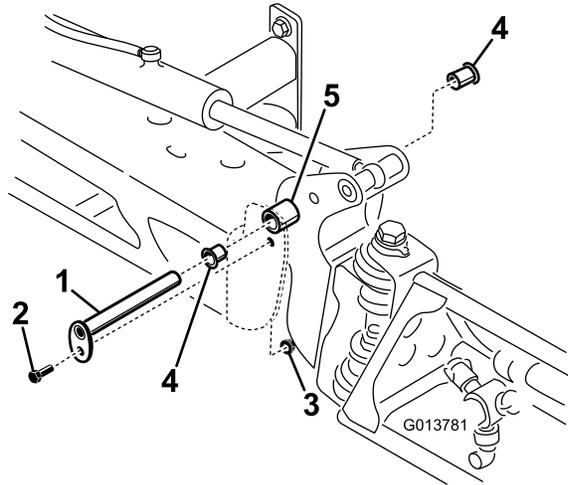

Figura 66
3. Con el peso del brazo apoyado, retire el perno y la tuerca que fijan el pasador de giro al conjunto del brazo (Figura 66).
4. Retire el pasador de giro (Figura 66).
6. Retire los casquillos de nailon desde delante y desde detrás del soporte pivote e inspecciónelos (Figura 66).
8. Instale el conjunto de brazo y soporte del pivote en el bastidor central, alineando los orificios (Figura 66).